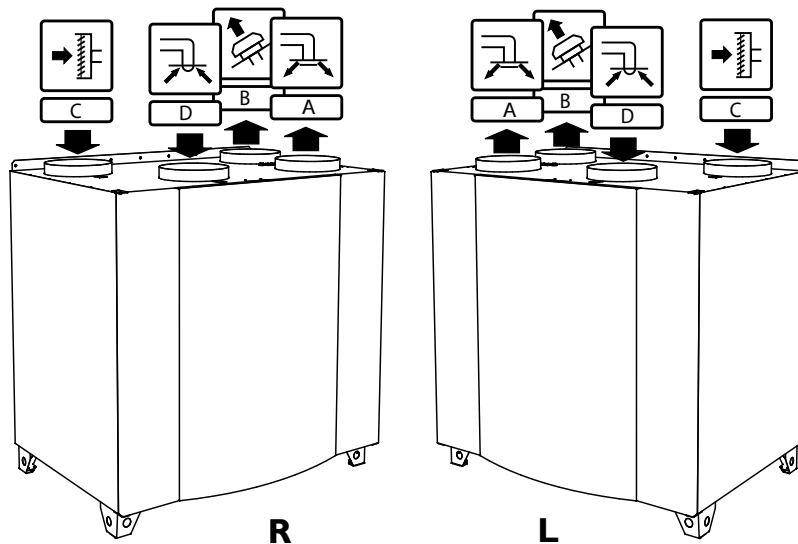

Bild 2 Rechtsseitige und linksseitige Modelle
**Rechtsseitige oder linksseitige Modelle: R** (Rechts), **L** (Links) (siehe Abbildung 2).